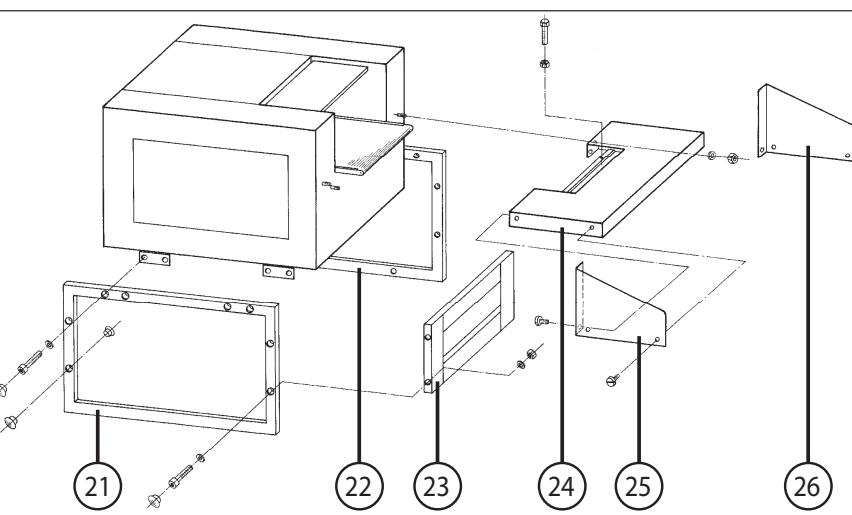

Fig. 1
- 21 = Marco izquierdo (fig. 1 y 2)
- 22 = Marco derecho (fig. 1)
- 23 = Chapa intermedia (fig.1 y 2)
- 24 = Mesa (fig. 1)
- 25 = Escuadra protectora izquierda (fig. 1 y 2)
- 26 = Escuadra protectora derecha (fig. 1)